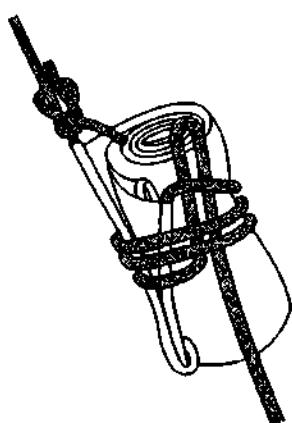

Рис. 953. Флажный узел.
**Флажный узел** повсеместно использовался для быстрого раскрытия флага (рис. 953). Это **быстро-развязывающийся двойной или тройной простой узел**, завязанный на свёрнутом в трубочку флаге.